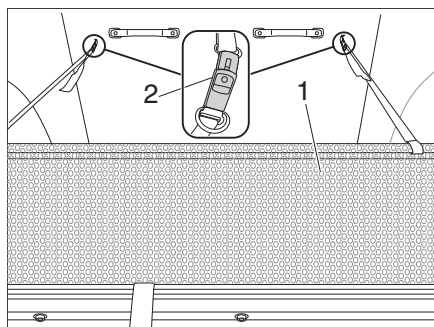

Figura 21 Protección contra caídas
- Retire la protección contra caídas (Figura 21,1) debajo del colchón.
- Asegure la protección contra caídas con hebilla del cinturón (Figura 21,2) al techo elevable.
- Suelte la hebilla del cinturón (Figura 21,2).
- Guarde la protección contra caídas (Figura 21,1) debajo del colchón.